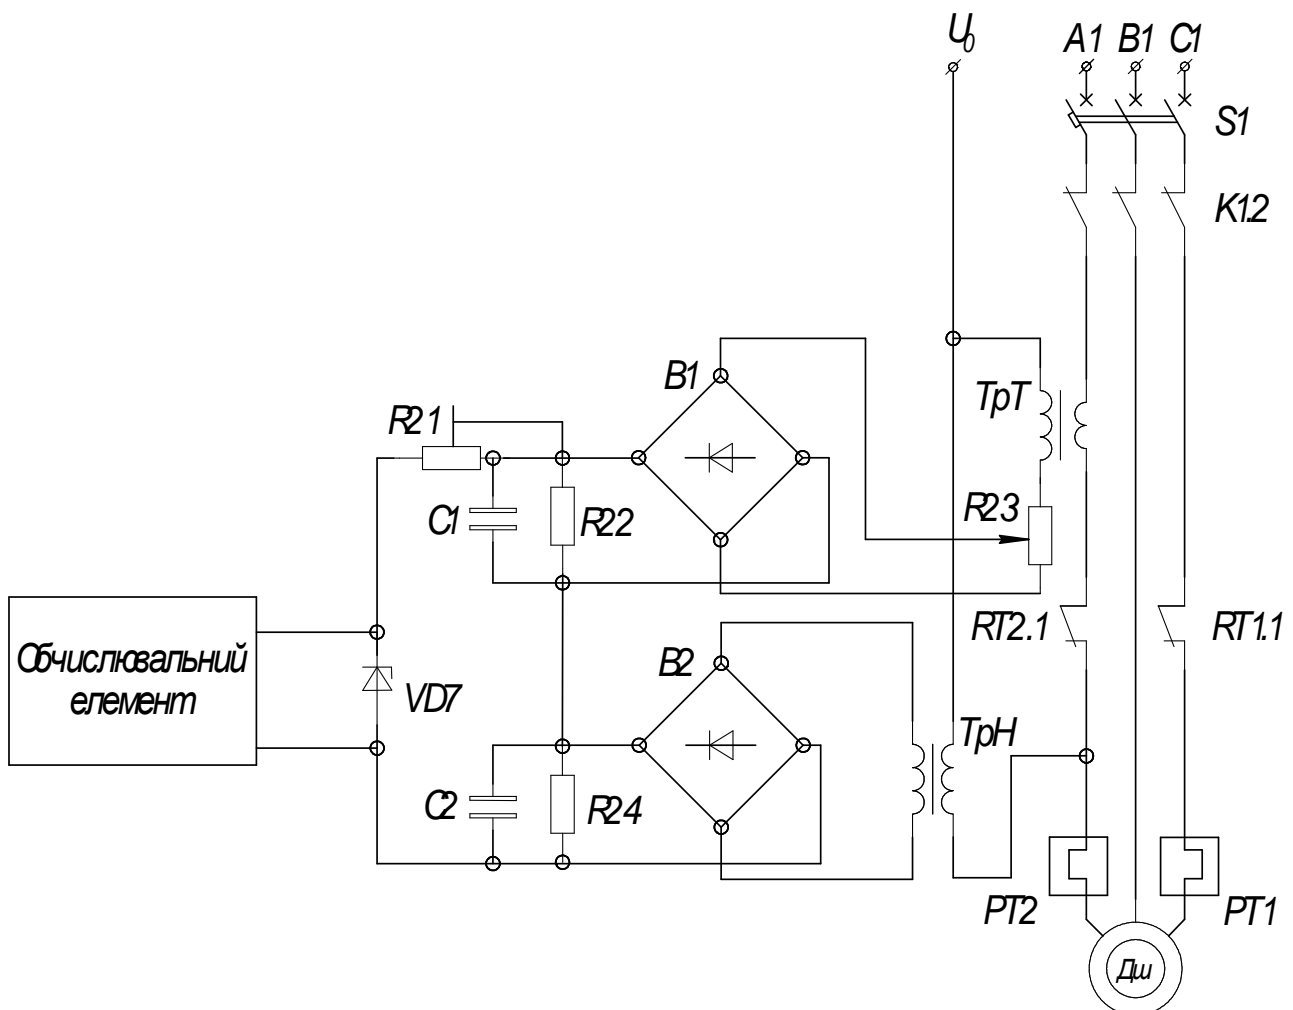

Рис. 31 – Завдання – принципова схема датчика потужності
3. Побудова принципової електричної схеми датчика потужності різання (рис.31) здійснюємо за допомогою файлу з бібліотечними даними «Бібліотека електр» (див. ЛР№3).